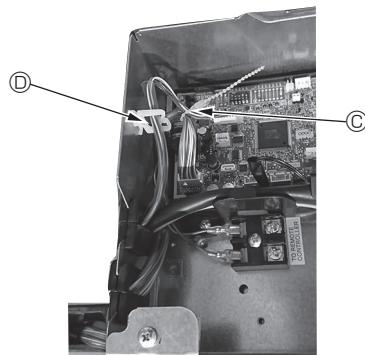

Fig. 10-14
- Banta ihop den överflödiga delen av kablarna från i-see-Sensorn och signalmottagaren i elkombinatörlådan och fäst upp dem enligt bilden. (Fig. 10-14)